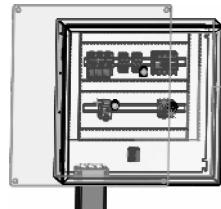
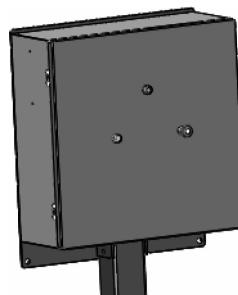

图 10-12 配合
图 10-13 拖放柜体
**步骤 12 配合** 选择机柜的背面，单击【配合】，选中重合配合如图 10-12 所示。按下【Enter】键确认操作，单击【关闭】，结束命令。将柜体拖放到如图 10-13 所示位置。